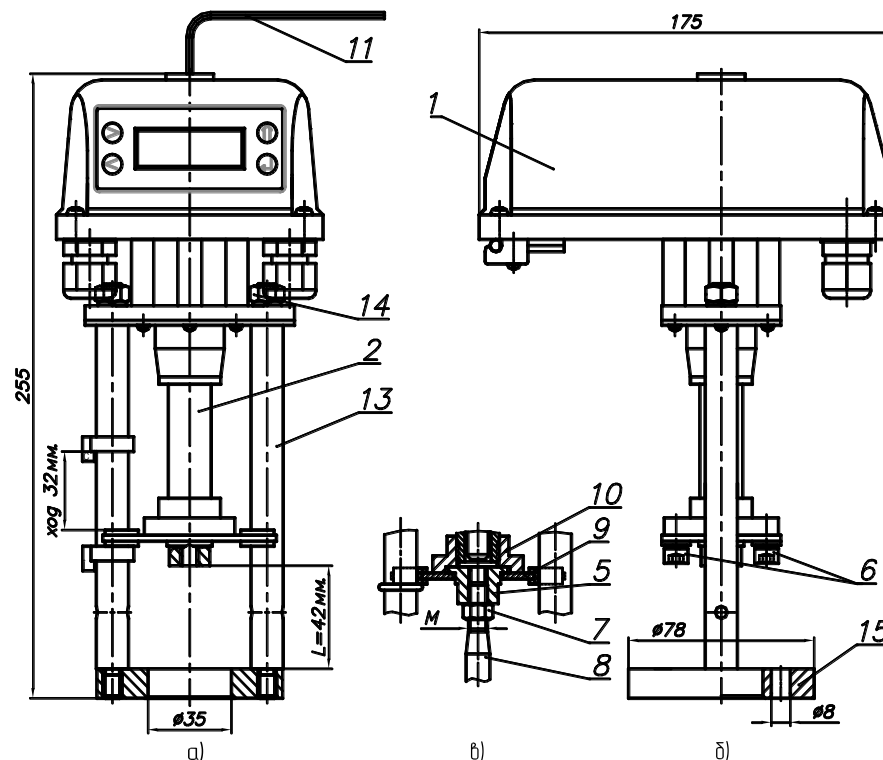

Рисунок 1 - ВЭП-228М
- электропривод (см. рис.1 – поз.1);
- винтовая передача (см.рис.1 – поз.2).